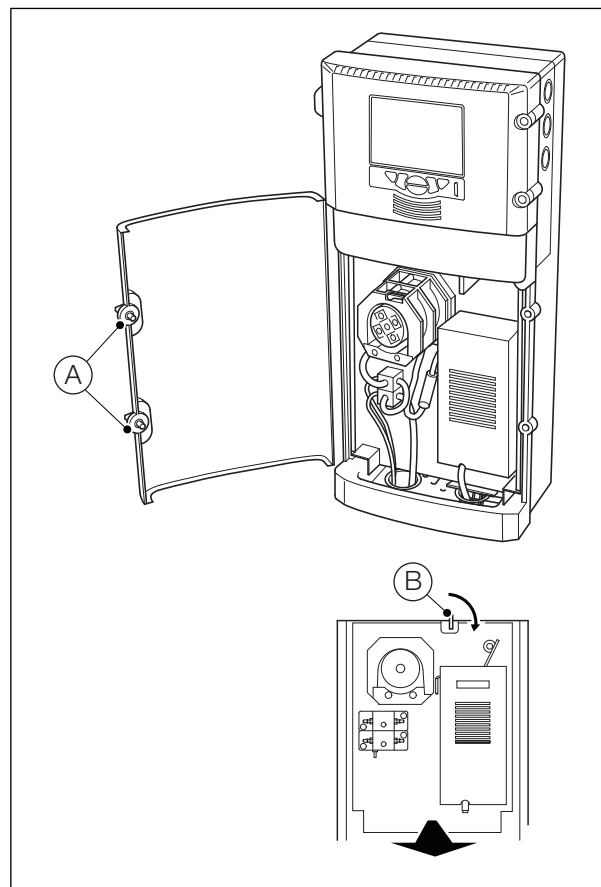

Abb. 13.1: Zugang zur Pumpe
2. Erläuterungen zu Abb. 13.1:
- a. Lösen Sie die Rändelschrauben (A), und öffnen Sie die Klappe der Probenbehandlungseinheit.
- b. Lösen Sie die Verriegelung (B), ziehen Sie die Probenbehandlungstafel nach vorne, und arretieren Sie sie mit der Verriegelung (B) in senkrechter Position.
10. Erläuterungen zu Abb. 13.1:
- a. Lösen Sie die Verriegelung (B), drücken Sie die Probenbehandlungstafel nach hinten in das Gehäuse, und arretieren Sie sie mit der Verriegelung (B) in ihrer Position.
- b. Schließen Sie die Klappe der Probenbehandlungseinheit, und befestigen Sie sie mit den Rändelschrauben (A).